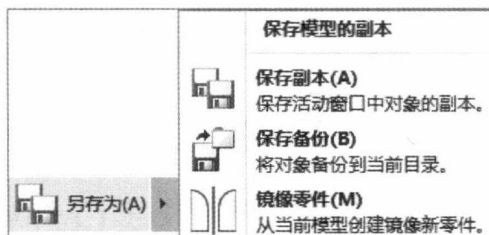

图 1-9 【保存模型的副本】下拉菜单
2) 将鼠标指针停留在【文件】下拉菜单下【另存为】按钮上，便可以打开【保存模型的副本】下拉菜单，如图 1-9 所示。